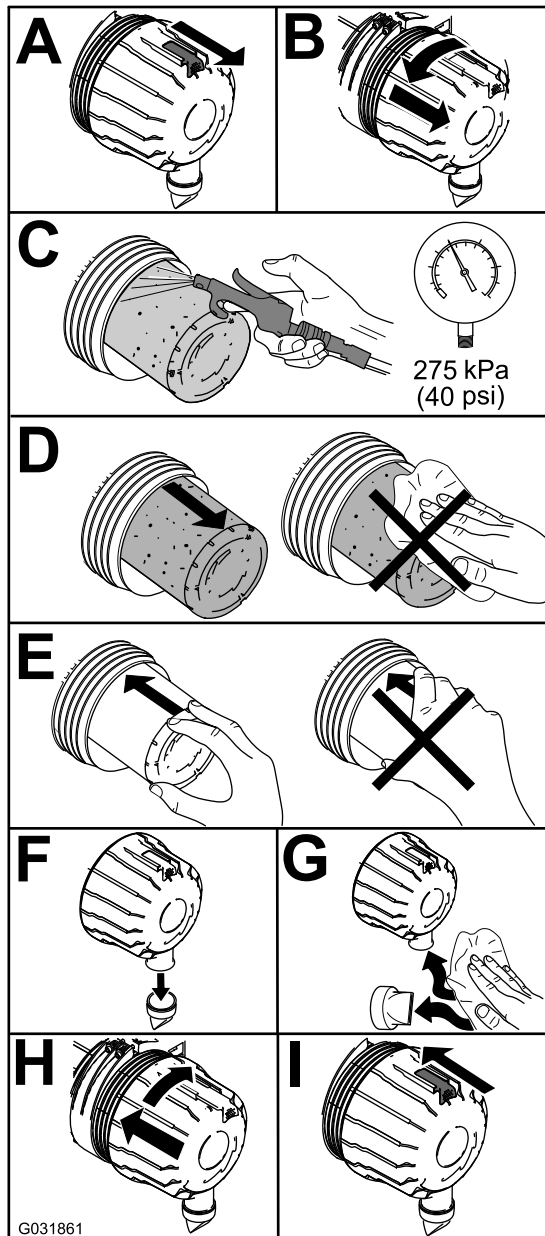

Figura 79
1. Sostituite il filtro dell'aria (Figura 79).